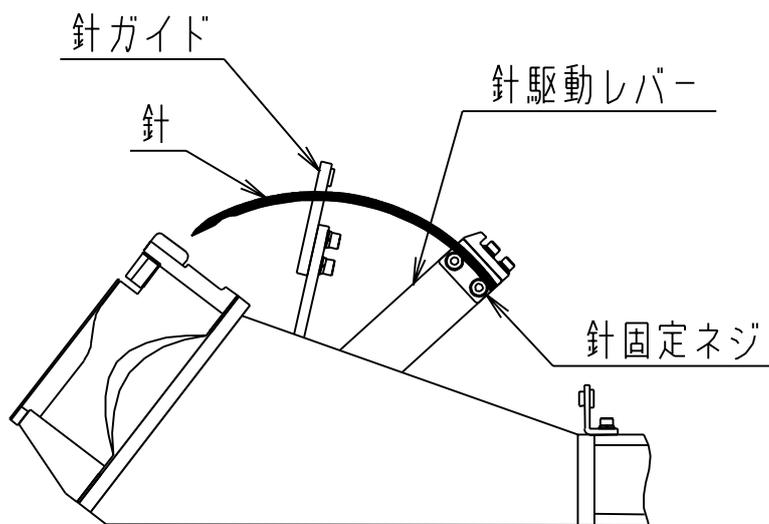

図 1
- 2) 針駆動レバーの後ろ側にそろえて（図1）針固定ネジを軽く締める。